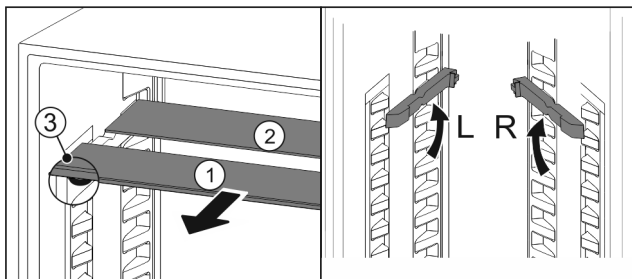

Fig. 104
- Glasplaten afzonderlijk vanaf de voorkant eruit trekken Fig. 104 (1).
- Glasplaat Fig. 104 (1) met sierlijst ligt voor.
- Stops Fig. 104 (3) zijn naar onder gericht.